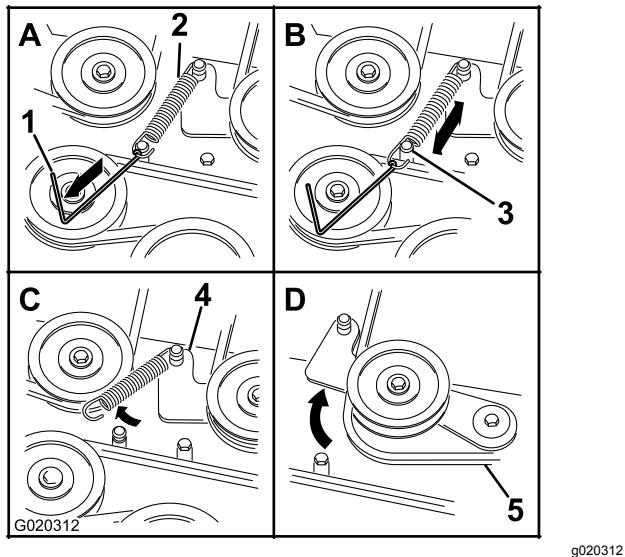

Figure 66
6. À l'aide d'un outil de dépose de ressort (réf. Toro 92-5771), décrochez le ressort de tension de l'ergot sur le tablier pour éliminer la tension sur la poulie de tension (Figure 66).
1. Acheminez la courroie neuve autour des poulies du tablier de coupe et de la poulie d'embrayage, sous le moteur (Figure 66).
2. À l'aide d'un outil de dépose de ressort (réf. Toro 92-5771), accrochez le ressort de tension à l'ergot situé sur le tablier, ce qui a pour effet d'exercer une tension sur la poulie de tension et la courroie du tablier de coupe (Figure 66).